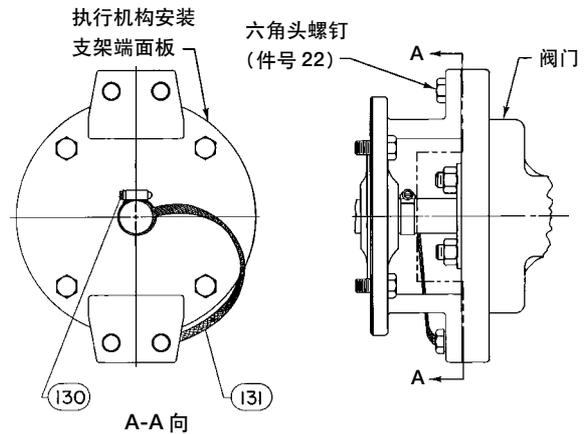

图5. 可选的驱动轴和阀体之间的电气连接
4. 用夹子（图5、件号 130）把连接带（图5、件号 131）连接到驱动轴上。用六角螺钉（图5、件号 22）把连接带组件的另一端连接到到阀体上。
4. 如果使用了接地电缆带（见图5），可先拆下六角螺钉使电缆带末端松开，然后拆下夹子（件号130）和电缆带（件号131）。
2. 如果阀门装有连接电缆带组件（图 5），则重新安装该组件。